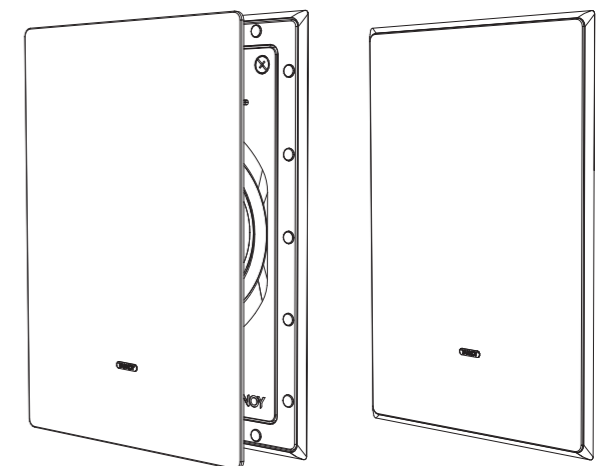

Fig. 15. Installing the Grille
1. Appuyez sur la grille dans le cadre, où elle sera maintenue en place par des aimants (Fig. 15).